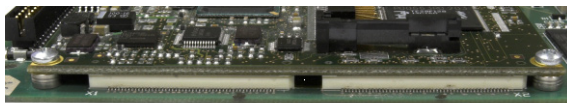

Abbildung 3-56: Korrekt eingesetzte ETX-Board-Steckverbinder
4. Stellen Sie sicher, dass alle Steckverbinder richtig eingesetzt sind (wie in Abbildung 3-56 gezeigt).